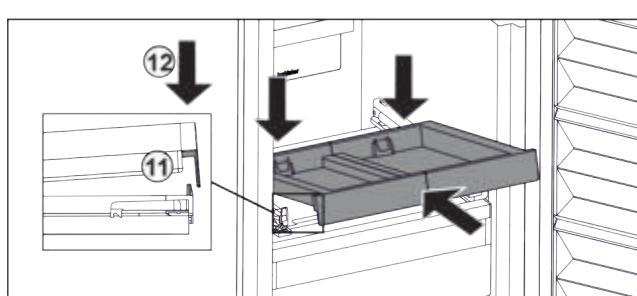

Fig. 84
- Вставити навскоси. Звертайте увагу, щоб з обох боків упор був за накладкою. Fig. 84 (11)
- Витяжну панель опустити спереду. Fig. 84 (12)